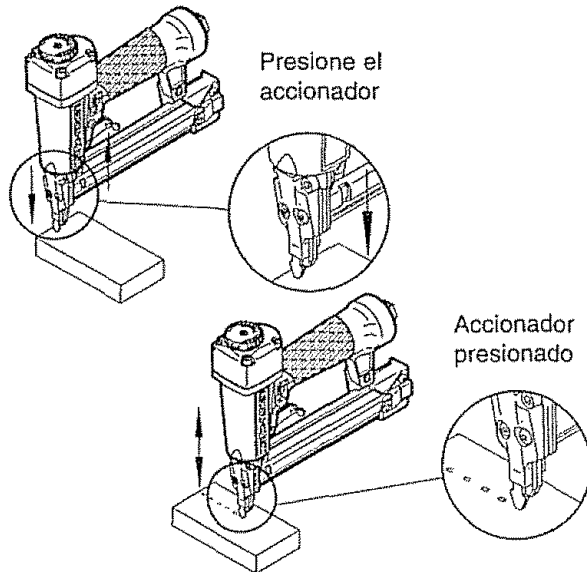

Figura 3
- La herramienta de aire está equipada con un mecanismo de seguridad para el disparador de contacto (vea la Figura 3, página 10) que incapacita la herramienta a menos que el disparador de contacto se empuje contra el trabajo. Sujete el cuerpo firmemente y apriete el disparador de contacto sobre la pieza de trabajo, donde se va a aplicar el sujetador. Apriete el gatillo para clavar el sujetador en la pieza de trabajo.